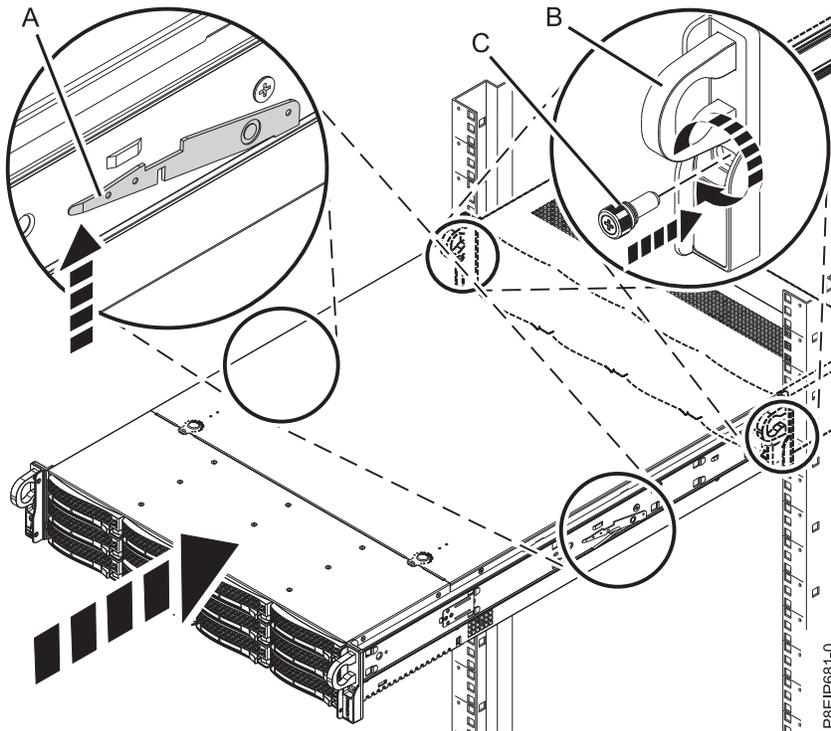

Figura 76. Colocación del sistema en la posición operativa
4. Libere los pestillos de seguridad del riel (A) estirándolos hacia arriba, tal como se indica en Figura 76, después, empuje el sistema para que quede totalmente dentro del bastidor.